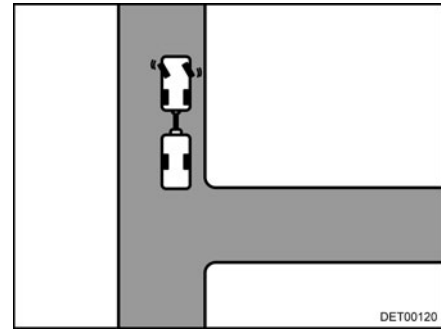

Fig. 12 Girar el volante hacia la izquierda
- Girar el volante hacia la izquierda con la caravana detenida (Fig. 12).